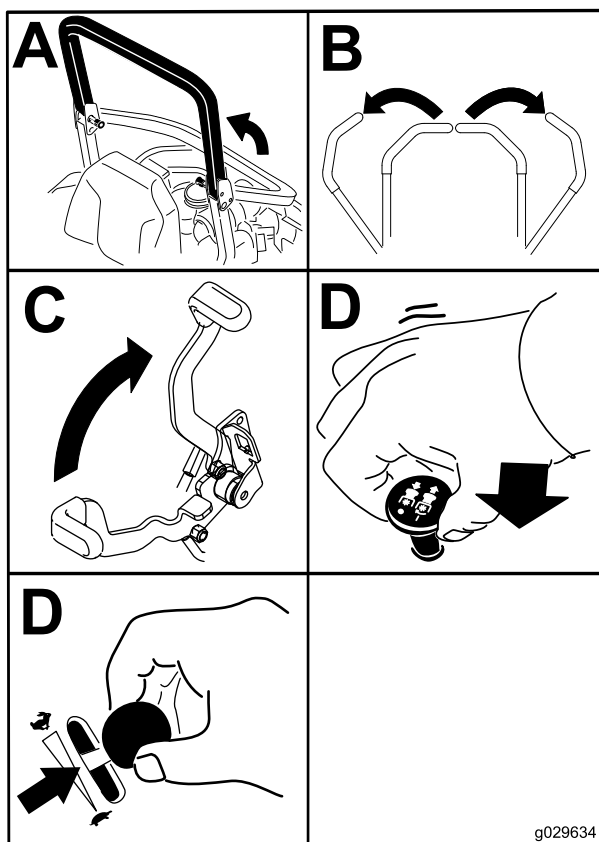

Figure 21
4. Placez la commande des lames (PDF) en position DÉSENGAGÉE (Figure 21).